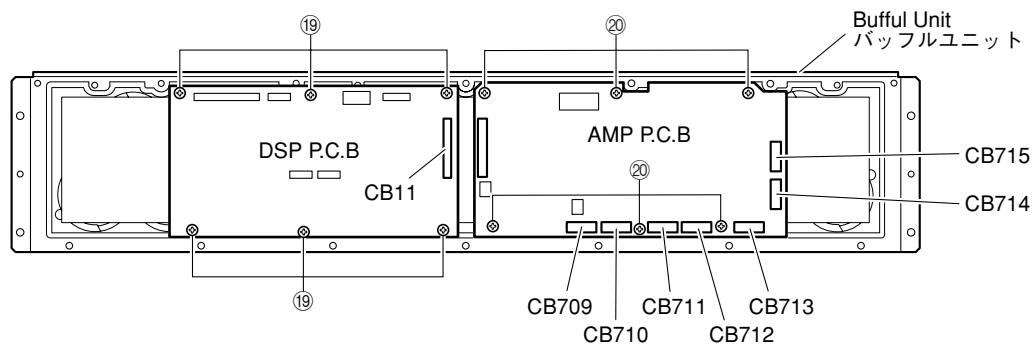

Fig. 6
- Remove connector CB11. (Fig. 6)
- Remove 6 screws (19). (Fig. 6)
- Remove the DSP P.C.B.. (Fig. 6)
- Remove connectors CB709, CB710, CB711, CB712, CB713, CB714 and CB715. (Fig. 6)
- Remove 6 screws (20). (Fig. 6)
- Remove the AMP P.C.B.. (Fig. 6)
- コネクタCB11を外します。(Fig. 6)
- ⑲のネジ6本を外します。(Fig. 6)
- DSP P.B.C. を取り外します。(Fig. 6)
- コネクタCB709～715を外します。(Fig. 6)
- ⑳のネジ6本を外します。(Fig. 6)
- AMP P.B.C.を取り外します。(Fig. 6)